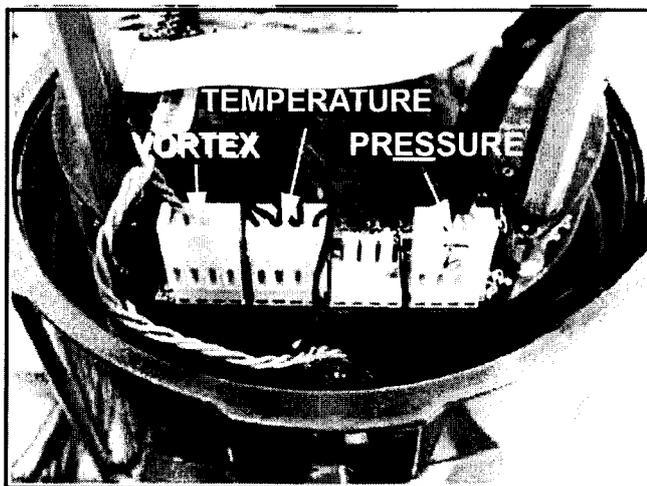

Рисунок 3
- отсоедините датчик вихрей (VORTEX) от электронного блока (рис. 3);